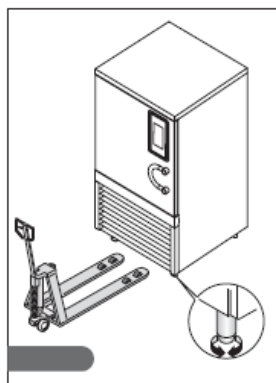

Fig.3
- Juster køleren vandret ved hjælp af de justerbare ben (fig.3).